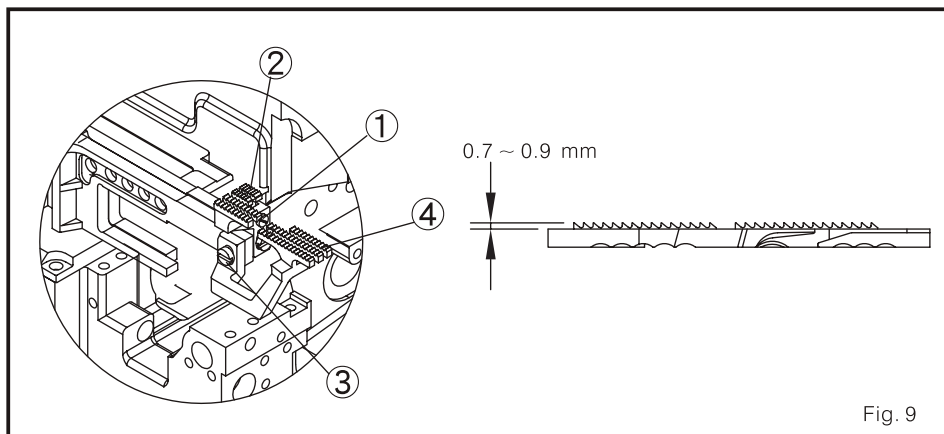

Fig. 9
1. Ajustar a altura do transportador denteado (Fig. 9)